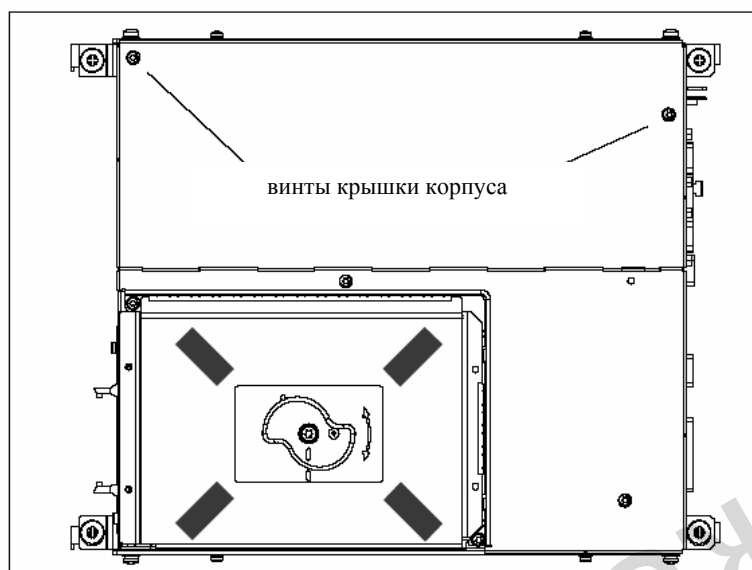

Рис. 2-7 Крышка корпуса PCU 50
3. Открутить винты крышки корпуса (рис. 2-7) и открыть корпус ВУ с соблюдением общих мер безопасности.